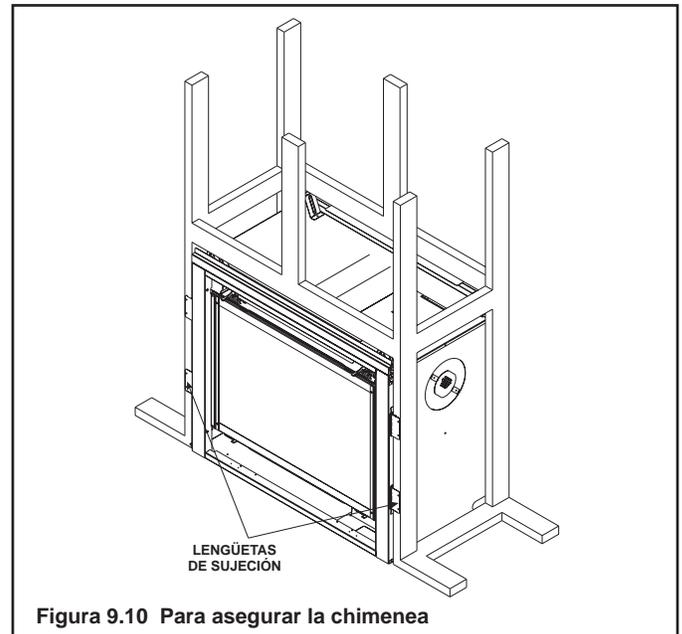

Figura 9.10 Para asegurar la chimenea
8. Utilice las lengüetas de sujeción para asegurar la chimenea al armazón con tornillos o clavos. Es aceptable utilizar correa de fontanero para asegurar la chimenea al armazón si es necesario. Consulte la Figura 9.10. Asegúrese de mantener las distancias de separación a los materiales combustibles.